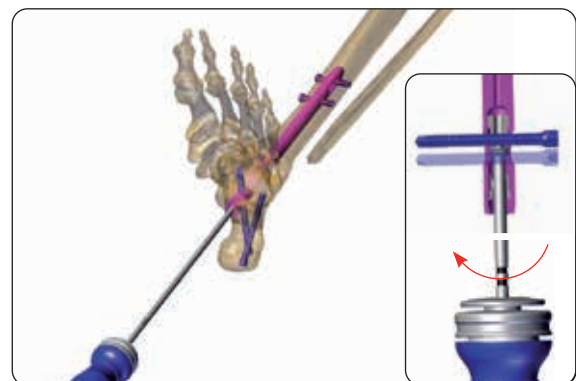

Abb. 20a
Posterior-anterior (PA), lateral-medial (LM), und geeignete Zusatzschraube. Verwenden Sie die 3.5mm Sechskant-Schraubendreher. **(Abb. 20a, 20b)**